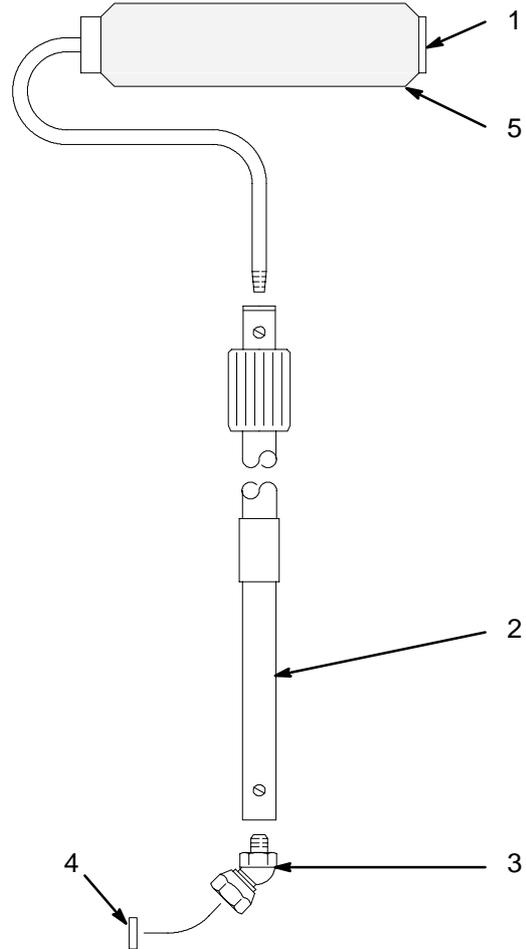

Fig. 2
1. Monter le kit comme indiqué à la figure 2. Attention de ne pas oublier de mettre le joint entre le pistolet et l'adaptateur.